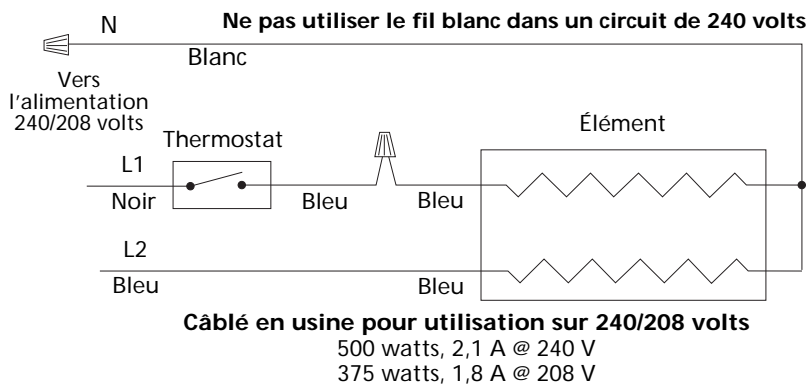

Figure 3
3. Pour utiliser le radiateur dans la plage 208/240 volts, connecter le câblage du bloc d'alimentation au radiateur en suivant les instructions du schéma de câblage à la Figure 3. **NE PAS UTILISER LE FIL BLANC IDENTIFIÉ « N » POUR LE CÂBLAGE 208/240 VOLTS.**